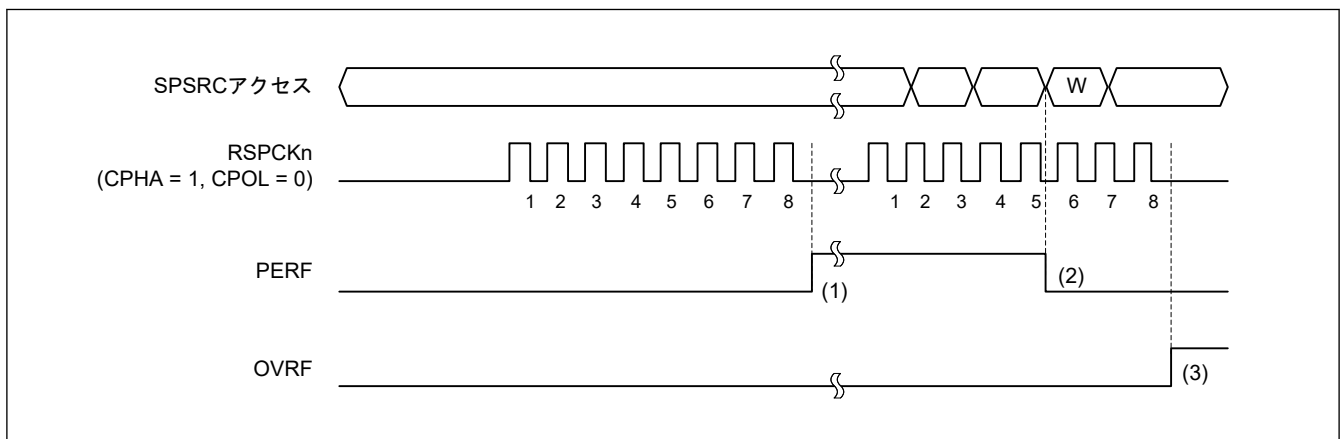

図 33.52 OVRF フラグおよび PERF フラグの動作例
図 33.52 に OVRF フラグと PERF フラグの動作例を示します。図 33.52 に記載の SPSR アクセスは、SPSR レジスタへのアクセス条件を示します。W は書き込みサイクル、R は読み出しサイクルを示します。この例では、SPCR.SPPE ビットが 1 の状態で全二重同期式シリアル通信を行います。SPCMDm.CPHA ビットが 1、かつ SPCMDm.CPOL ビットが 0 の設定で、SPI は 8 ビットのシリアル転送を実行します。RSPCKn 波形の下に記載した番号は RSPCK 周期の番号 (= 転送ビットの番号) を示しています。
以下に、図 33.52 の (1) ~ (3) に示したタイミングでのフラグの動作内容を説明します。